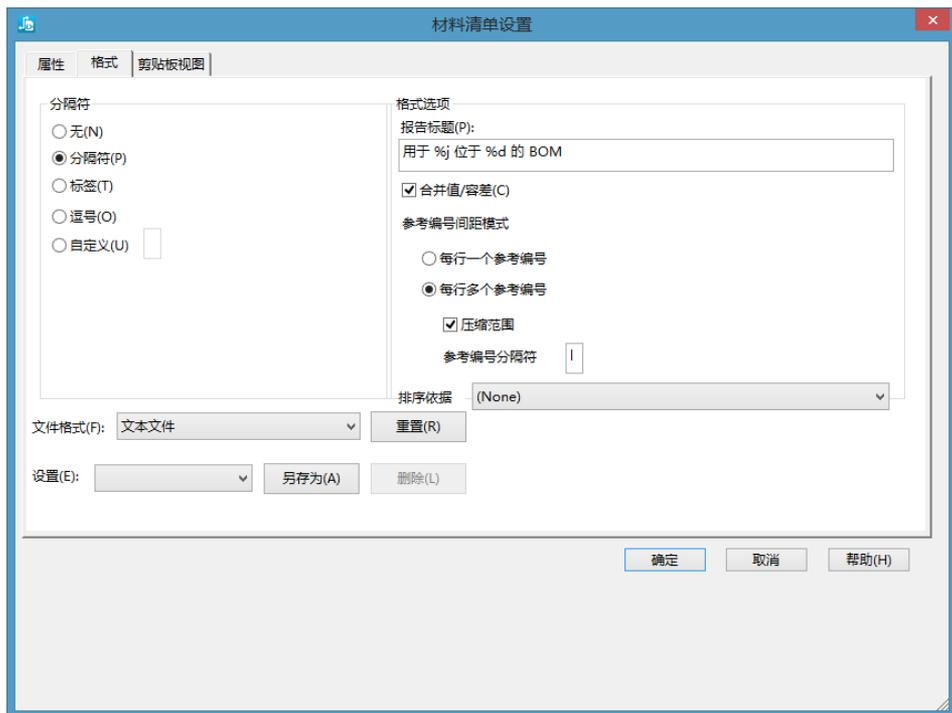

图 4-24 “格式”选项卡
(5) 材料清单输出格式。单击“格式”选项卡可以设置材料表的输出格式，如图 4-24 所示。在“分隔符”区域内可以设定分隔列的格式。